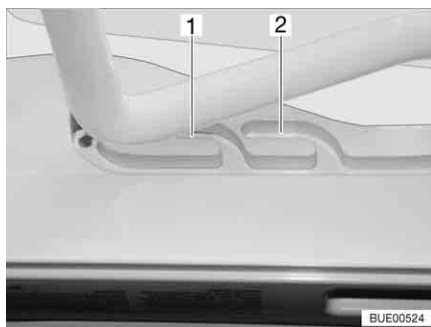
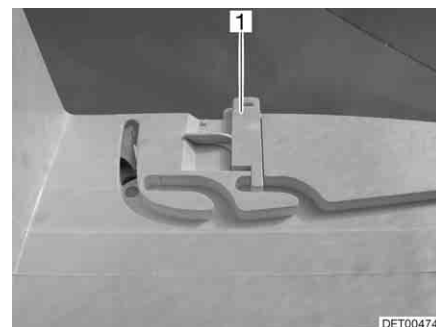

Fig. 48 Oblò Heki in posizione di ricircolo d'aria
Fig. 49 Bloccaggio della posizione di ricircolo d'aria
È possibile portare l'oblò Heki in due posizioni di ricircolo d'aria: Posizione brutto tempo (Fig. 48,1) e posizione centrale (Fig. 48,2). A seconda del modello è possibile bloccare l'oblò nella posizione centrale con il chiavistello (Fig. 49,1).
- Premere la staffa leggermente verso l'alto, spingerla nella guida selezionata (Fig. 48,1 o 2) ed eventualmente bloccarla.